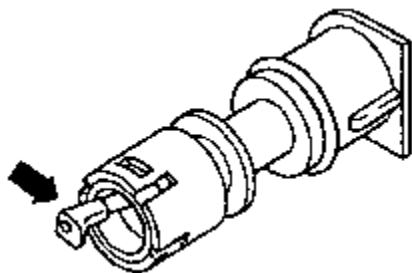

图 4-156 检查通风阀
(2) 通风阀的拆装和检查。如图 4-156 所示，松开加油口侧面的阀固定卡箍，拆下阀。安装通风阀前，须拧下油箱加油口盖。检查通风阀，杆处于分离位置时阀应关闭；杆沿箭头方向压下时阀应打开。